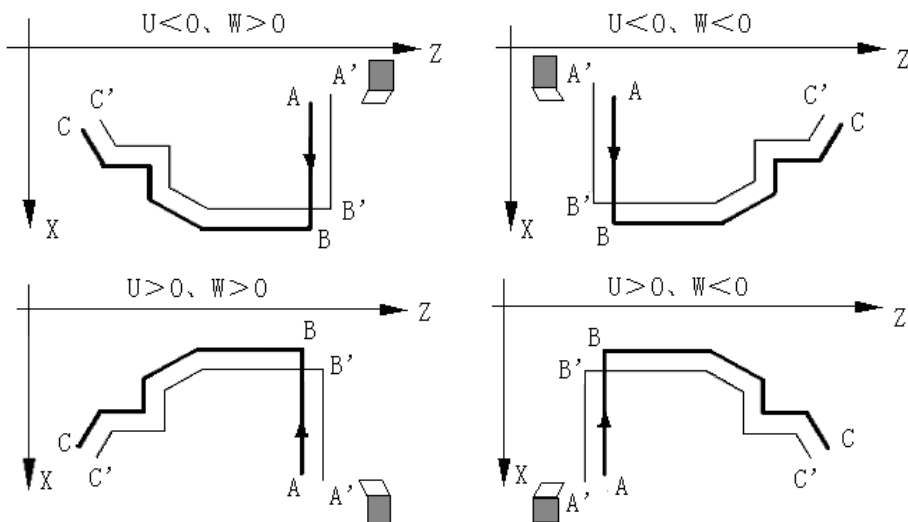

图 4-36
- 1) 执行指令①时，坐标轴没有实际运动，系统自动将偏移量记忆到内部，一直有效；如果未指定，则默认为 0。
- 2) G71 指令①设置的偏移量仅对 G71 指令②起作用,
- 3) G71 指令①中的 U、W 字段必须同时指定, 不能只写一个。
- 4) G71 指令③中的 X(U)、P、Q 字段应该与 G71 指令②一致; 如果要写, 必须写完整; 而且字段范围与指令②相同。
- 5) G71 指令③中, P~Q 程序段中的指令编程规则同粗车 G71 指令②相同。
- 6) 系统执行粗车 G71 指令②时, 自动记忆最近的 G71 中的 X(U)、P、Q 字段数据; 如果 G710 省略了 X(U)、P、Q 字段, 则直接引用内部记忆的数据。因此, 如果是对最近粗车过的 G71 轨迹进行精车, 则可以省去 G710 之后的字段。
- 9) G710 与 G71 指令②一样, 内部可以进行刀尖半径补偿, 编程规则、格式与 G71 指令②一样。
- 10) 留粗车余量时坐标偏移方向: 指令①的 U、W 反映了精车时坐标偏移和切入方向, 按 U、W 的符号有四种不同组合, 见图 4-36, 图中: B→C 为精车轨迹, B'→C' 为粗车轮廓, A 为起刀点。